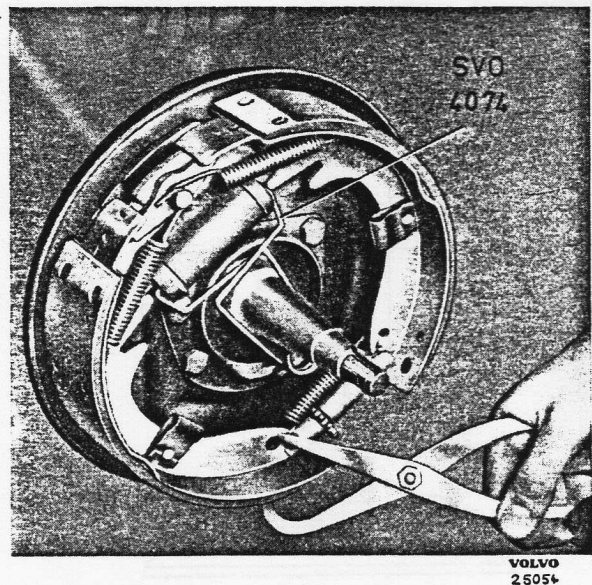
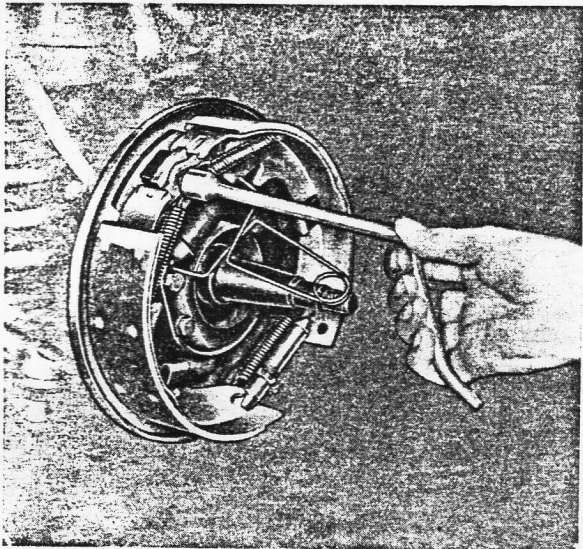

Bild 7-25. Ausbau der Sicherungsfeder
Bild 7-26. Ausbau der Rückholfeder mit einem Bremsfederwerkzeug (Snap-on BT 11 oder entsprechendes)
3. Wie Bild 7-25 zeigt, wird die Klammer SVO 4074 so angebracht, dass die Kolben im Radbremszylinder nicht herausgepresst werden. Wie man die Bremsbacken ausbaut hängt davon ab, welches Werkzeug angewandt wird.
Mit dem Bremsfederwerkzeug auf Bild 7-26 werden zunächst die beiden Rückholfedern zusammengekoppelt. Darauf entfernt man die Sicherungsklammern und rückt die Backen zusammen mit der Einstellvorrichtung heraus.
Mit Hilfe der Bremsfederzange werden die Sicherungsfedern, wie Bild 7-25 zeigt, abgehakt. Die Backen werden auseinandergedrückt und die Einstellvorrichtung herausgenommen. Den Führungsbolzen auf der Rückseite des Bremsträgers festhalten und die Sicherungsklammern abnehmen. Den einen Backen so weit nach aussen drücken, bis die Druckstange vom Radbremszylinder freigeht. Danach den Backen wieder einwärtskippen, bis die Rückholfeder abgenommen und der Backen entfernt werden kann. Ebenso wird der andere Backen ausgebaut.
3. Die Klammer SVO 4074 wird so über dem Radbremszylinder angebracht, dass die Kolben nicht herausgepresst werden können. Das Handbremsseil vom Betätigungshebel abnehmen. Wie die Backen ausgebaut werden hängt davon ab, welche Werkzeuge zur Anwendung kommen. Wie auf Bild 7-26 werden mit dem Bremsfederwerkzeug zunächst die beiden Rückholfedern abgekoppelt. Danach können die Sicherungsklammern entfernt und die Backen mit der Einstellvorrichtung vorgerückt werden. Mit Hilfe des Bremsfederzanges hakt man die Sicherungsfedern ab, vergleiche Bild 7-25. Die Backen auseinanderziehen und die Einstellvorrichtung entfernen. Auf der Rückseite des Bremsträgers den Führungsbolzen festhalten und die Sicherungsklammer für den hinteren Backen herausnehmen. Den Backen nach aussen drücken, bis die Druckstange des Radbremszylinders sowie der Handbremshebel freigeht. Den Backen danach wieder zurückkippen, bis die Rückholfeder abgekoppelt und der Backen entfernt werden kann. Den anderen Backen entsprechend ausbauen.